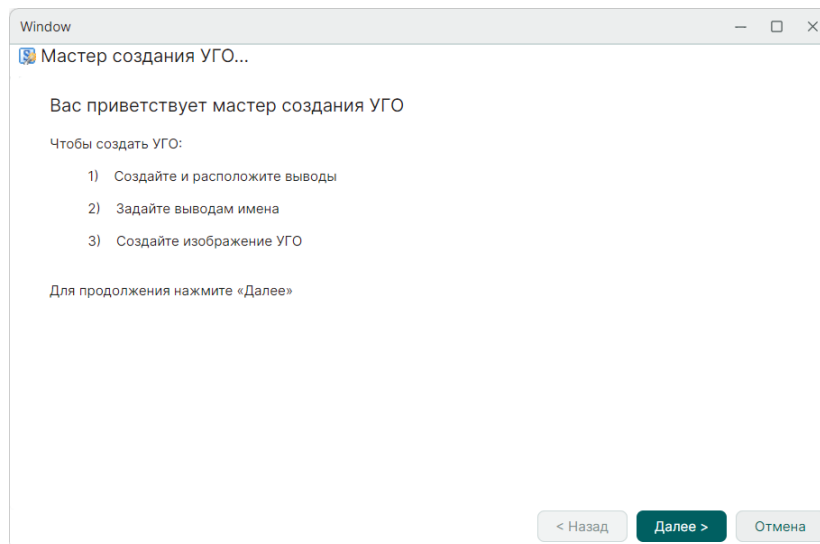

Рис. 227 Стартовое окно мастера создания УГО
2. На экране отобразится стартовое информационное окно мастера, для продолжения работы нажмите «Далее», см. Рис. 227.